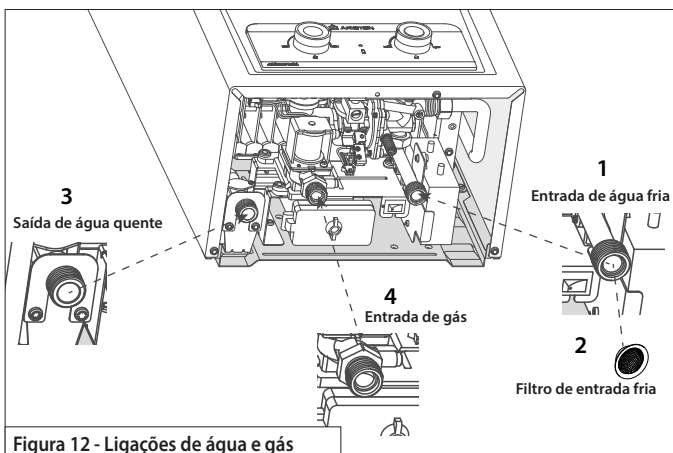

Figura 12 - Ligações de água e gás
- Verifique se o filtro de água (*ver Figura 12 - 2*) está montado na conexão de entrada de água do aparelho